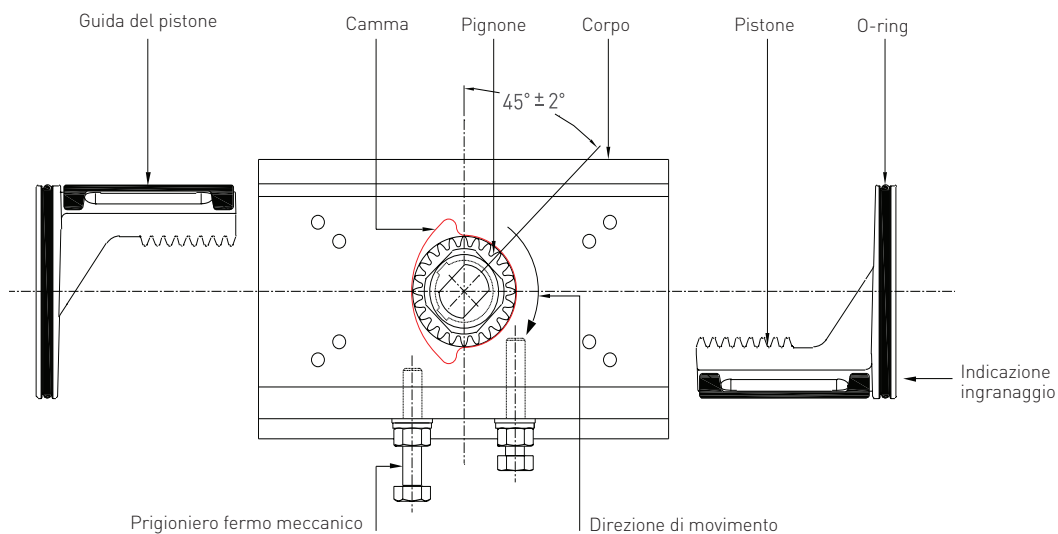

FIGURA 4 (vista superiore)
- a. Inserire il gruppo dei cuscinetti superiori (10) sulla parte alta dell'albero del pignone (2) con l'o-ring (16) all'estremità superiore.
- b. Inserire il gruppo dei cuscinetti inferiori (11) sulla parte bassa dell'albero del pignone (2) con l'o-ring (17) all'estremità inferiore.
- c. Inserire la rondella reggispinta superiore (12).
6. Durante l'inserimento, posizionare la camma dei fermi meccanici di fine corsa (5) sulla parte superiore dell'albero del pignone facendola passare dal foro dell'attuatore; durante la procedura, mantenere monitorata la posizione della chiavetta dell'albero e della camma dei fine corsa, come illustrato in Figura 4. Terminare la procedura con una spinta decisa, per bloccare l'albero in posizione.
7. Inserire la rondella reggispinta inferiore (13) e la rondella elastica interna (25) nella cavità inferiore del corpo per posizionare il gruppo dell'albero.
8. Inserire gli o-ring di tenuta (18) sui pistoni (3) e lubrificare la cremagliera.
9. Orientare l'albero di uscita a 45° , come in figura 4.
10. Inserire completamente i pistoni e i relativi pattini (9) con le basi dei pistoni sul lato sinistro rispetto a foro, osservandole dall'estremità dell'o-ring del pistone (figura 4), fino a quando la cremagliera non si innesta sul pignone, quindi spingere delicatamente verso l'interno. L'attuatore si trova ora in posizione completamente chiusa e l'indicazione sull'albero dovrebbe trovarsi a -5 gradi (puntando leggermente verso destra).
12. Inserire il prigioniero destro (di chiusura) del fermo meccanico (21) insieme ai relativi o-ring (19), rondella (14) e dado di blocco (23), fino a quando il prigioniero non tocca la camma dei fermi meccanici di fine corsa. Serrare il dado di blocco.
14. Inserire il prigioniero sinistro (di apertura) del fermo meccanico (21) insieme ai relativi o-ring (19), rondella (14) e dado di blocco (23), fino a quando il prigioniero non tocca la camma dei fermi meccanici di fine corsa. Serrare il dado di blocco. La posizione dei prigionieri dei fermi meccanici deve essere verificata dopo l'assemblaggio della valvola e regolata, se necessario.
15. Inserire le guarnizioni dei coperchi terminali (20) sui coperchi terminali (4) applicando un leggero strato di lubrificante.